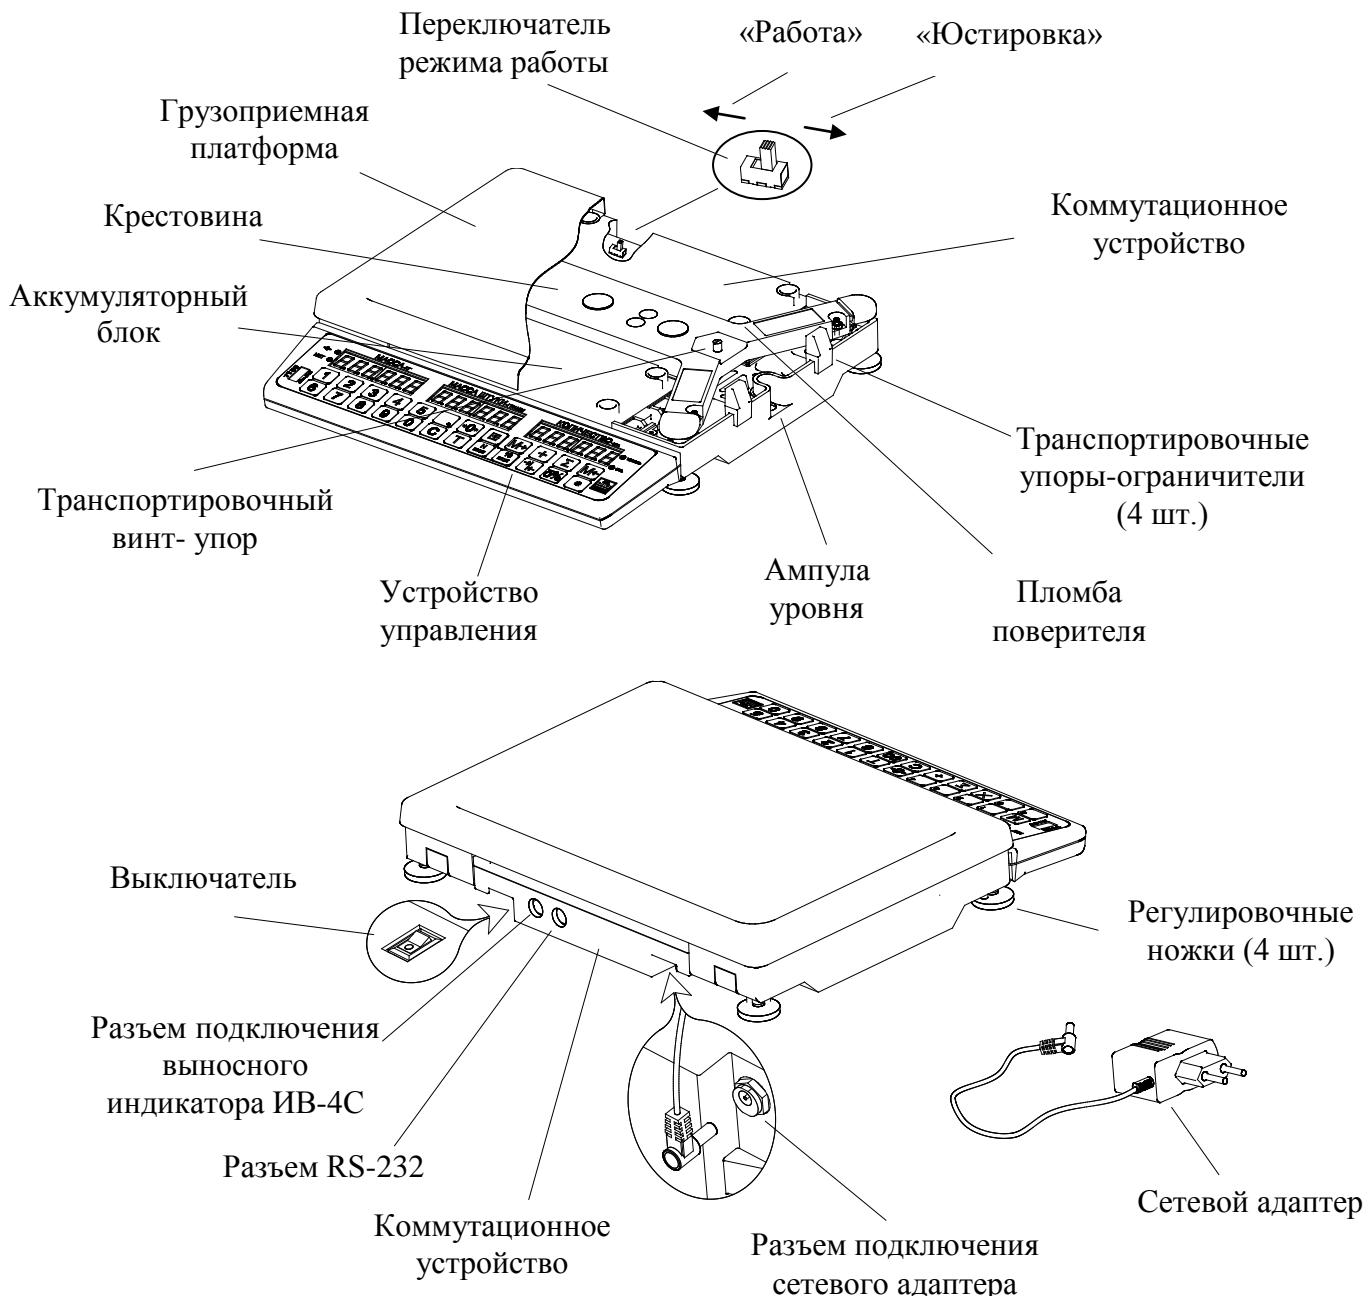
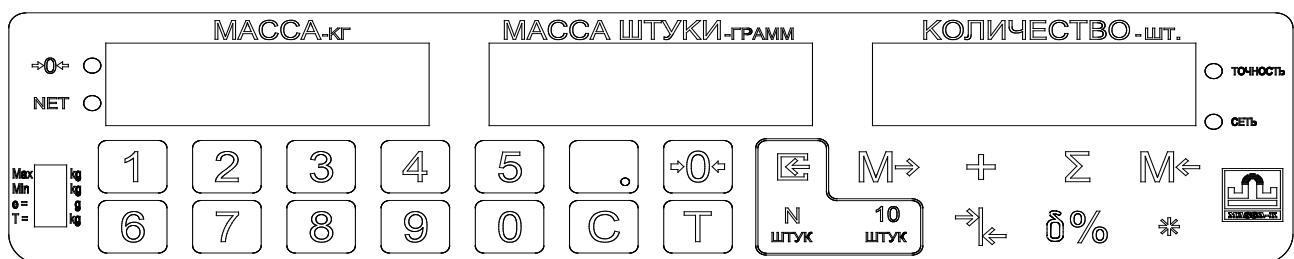

Рис. 5.1 - Весы MK_C21
Рис. 5.2 - Панель управления
Конструкция весов представлена на Рис. 5.1. Расположение элементов индикации и клавиатуры приведено на Рис. 5.2.
6.2 Снять грузоприемную платформу с весов и убрать транспортировочные упоры - ограничители (Рис. 5.1).